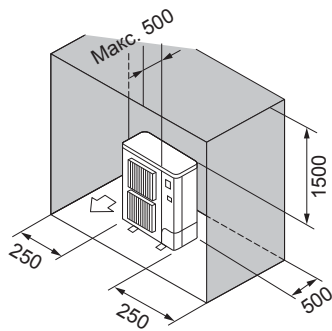

Fig. 2-8
- ⑥ Окружающие предметы - только сзади, с боковых сторон и сверху (Fig. 2-8)